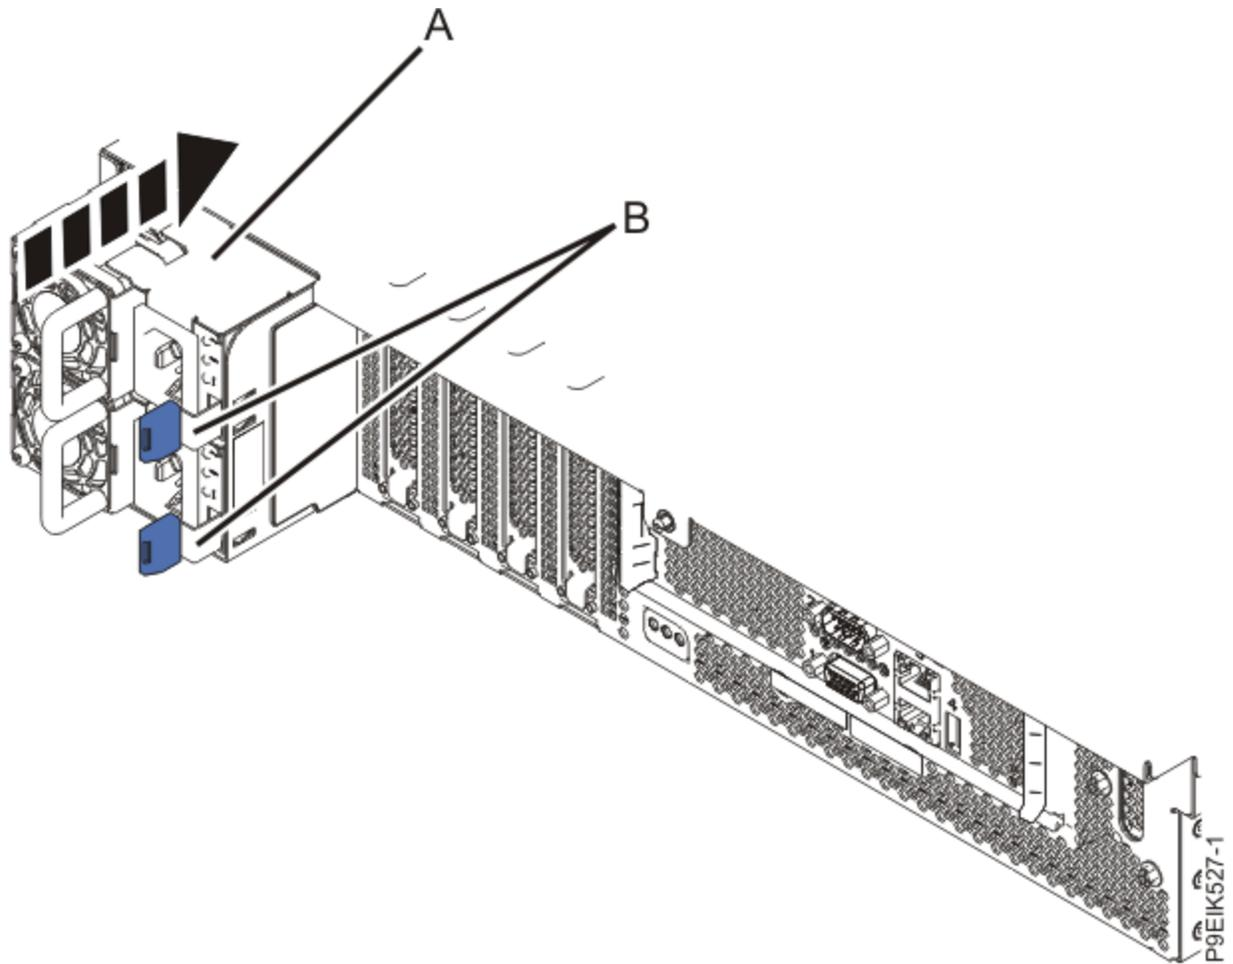

Figure 34. Remplacement des blocs d'alimentation dans le système
2. Remplacez les blocs d'alimentation comme illustré dans la Figure 34, à la page 52.